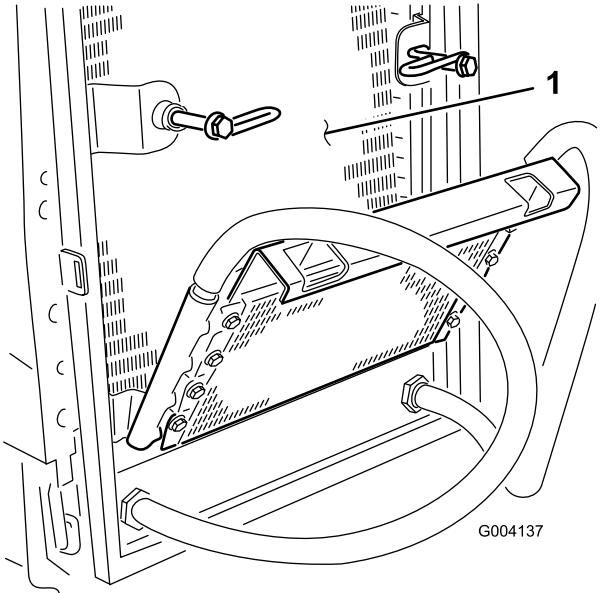

Bild 72
6. Reinigen Sie beide Seiten des Ölfilters und des Kühlers gründlich mit Druckluft (Bild 72).